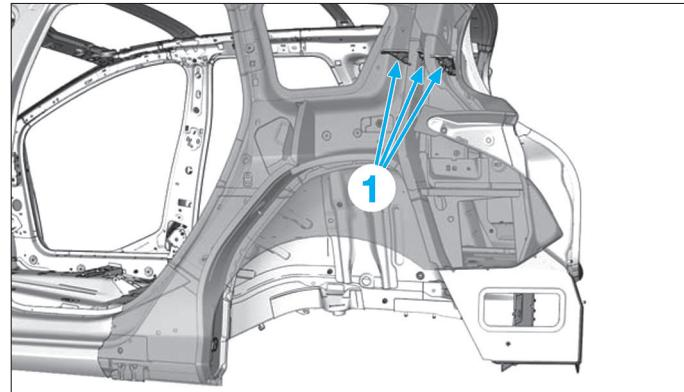

FIG. 174
- Décoller à l'aide d'un pistolet à air chaud l'aileron arrière au niveau de l'insert gonflant (1) (Fig.174).